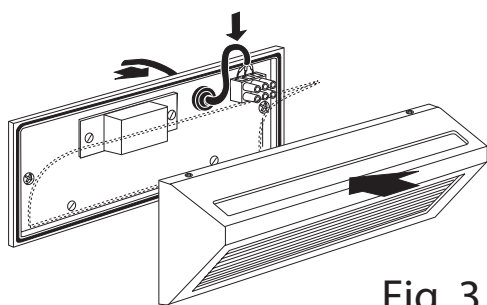

Fig. 3
- Make the network connections by means of the terminals inside the fitting. The yellow/green conductor must be connected to the earth marked by the symbol ⊕ (fig.3)
- Eseguire le connessioni di rete tramite i morsetti interni. Il conduttore giallo/verde deve essere collegato al morsetto contrassegnata dal simbolo ⊕ (fig. 3) .
- Faire les connexions réseau par les bornes internes. Le conducteur jaune/vert doit être connecté à la terre marquée par le symbole ⊕ (fig.3) .
- Die Netzverbindung durch Anschließen an die innenliegenden Lüsterklemmen herstellen. Der Gelb/grüne Leiter muß an die mit dem Symbol ⊕ gekennzeichnete Erde angeschlossen werden (Abb.3).
- Efectuar las conexiones de red en los bornes interiores. El conductor amarillo/verde se debe conectar a la tierra, cuyo borne está marcado con el símbolo ⊕ (fig. 3)